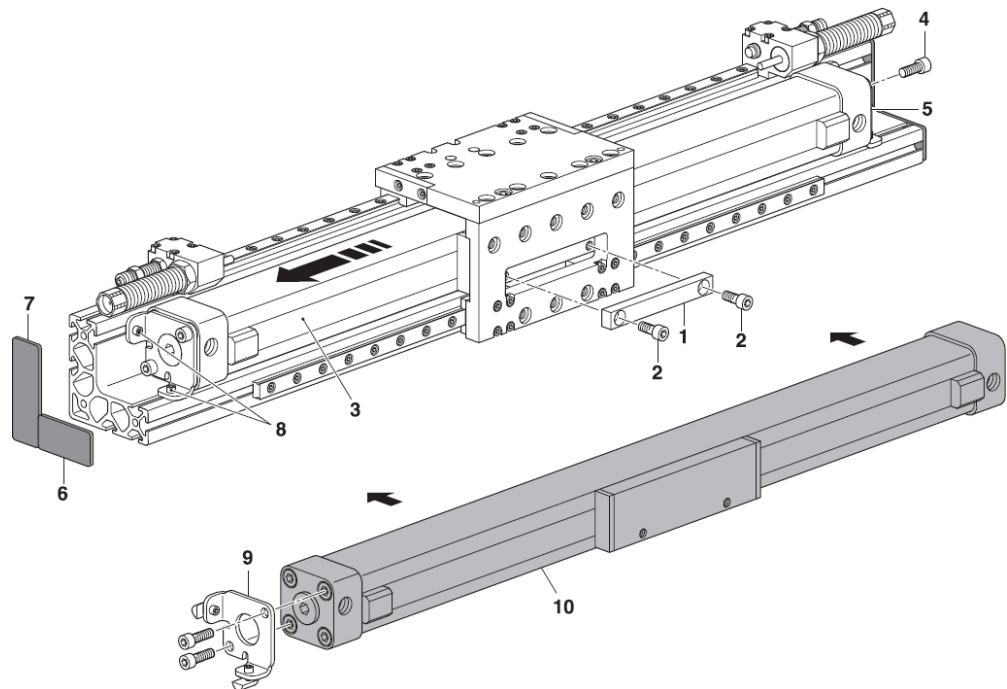

Abb. 43 Inbetriebnahme des Portalmoduls
2. Zylinderschrauben (Abb. 43, 2) heraus-schrauben und Mitnehmer (Abb. 43, 1) demontieren.
3. Zylinderschrauben (Abb. 43, 4) heraus-schrauben und Zylinder (Abb. 43, 3) vom Grundkörper lösen und ausfahren.
4. Endstück (Abb. 43, 9) vom alten Zylinder (Abb. 43, 3) entfernen und an neuen Zylinder (Abb. 43, 10) wieder befestigen.
5. Neuen Zylinder (Abb. 43, 10) einfahren und am festen Endstück (Abb. 43, 5) befestigen.
6. Das andere Ende des Zylinders mithilfe des Endstücks (Abb. 43, 9) am Grundkörper festschrauben und den Mitnehmer (Abb. 43, 1) wieder montieren.
7. Abdeckplatten (Abb. 43, 6+7) einsetzen.